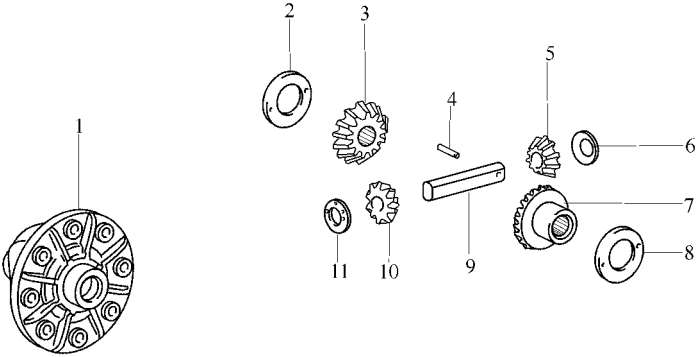

图 14-27 2 小齿轮型式零件分解图
(1) 2 小齿轮型式。其结构由差速器壳、差速器小齿轮、小齿轮轴、侧齿轮和止推垫圈等组成，如图 14-27 所示。